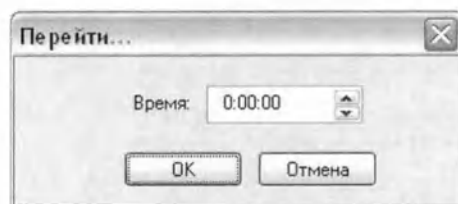

Рис. 5.32 Окно выбора позиции времени для быстрой прокрутки
4. Кнопка быстрой прокрутки. Данная кнопка позволяет прокрутить окно КТГ к определенной временной позиции. При нажатии на кнопку открывается окно, изображенное на рис. 5.32. Для осуществления прокрутки, необходимо установить в поле «Время» с помощью цифровых клавиш на клавиатуре или с помощью кнопок  желаемую позицию времени и нажать «ОК».